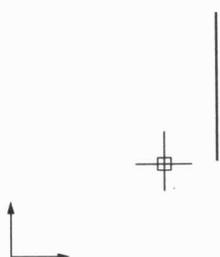

图 2-4 垂直动态直线
(3) 向上移动鼠标，屏幕上动态地显示一条直线，其中一个端点固定于刚才选定的点，另外一点随光标的移动而移动，由于在步骤(2)中锁定了“正交”方式，因此动态直线只能沿 X 轴和 Y 轴的方向移动，如图 2-4 所示。